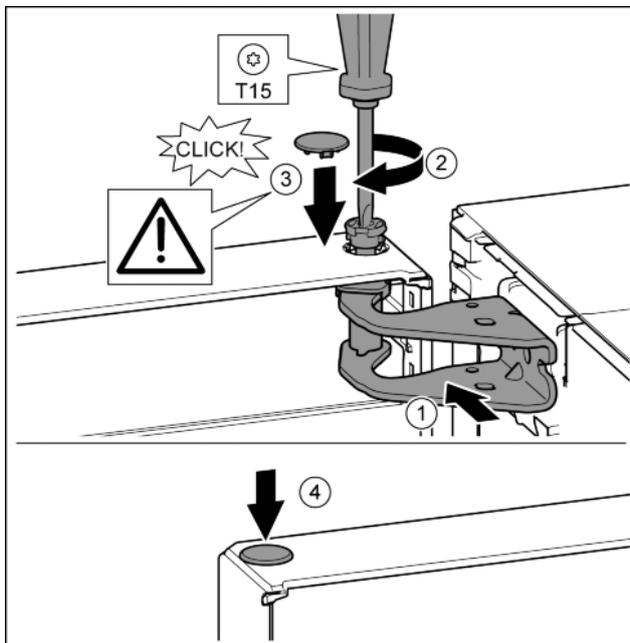

Fig. 19
- ▶ Дверь вверху выровнять по отверстию в опорном кронштейне. Fig. 19 (1)
- ▶ Вставить палец и затянуть отверткой T15. Fig. 19 (2)
- ▶ Установить предохранительную крышку для защиты двери: вставить предохранительную крышку и проверить, прилегает ли она к двери. В ином случае вставить палец полностью. Fig. 19 (3)
- ▶ Вставить заглушку. Fig. 19 (4)